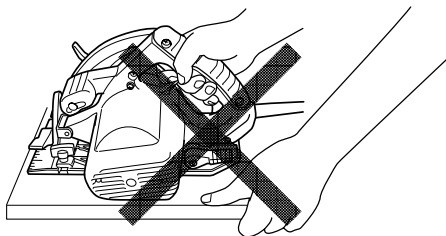

Fig. 6
23. Coloque la parte más ancha de la base de la sierra sobre la parte de la pieza de trabajo que está firmemente soportada, y no sobre la sección que cae al finalizar el corte. Como ejemplos, en la Figura 5 se muestra la manera CORRECTA de cortar el extremo de una tabla, y en la Fig. 6, la manera INCORRECTA. Si la pieza de trabajo es demasiado corta o pequeña, fíjela.